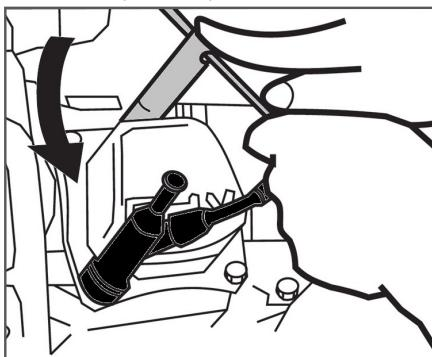

Рис. 19 Обслуживание свечи зажигания
- Открутите свечу зажигания свечным ключом (Рис. 19).